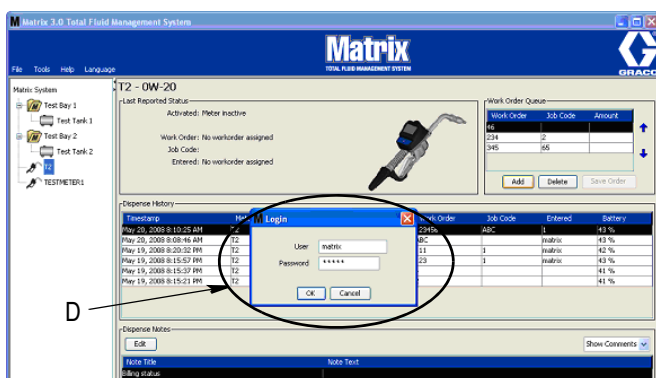

FIG. 187
3. En el cuadro emergente (D) (FIG. 187), introduzca su nombre de usuario y contraseña. Haga clic en Aceptar.